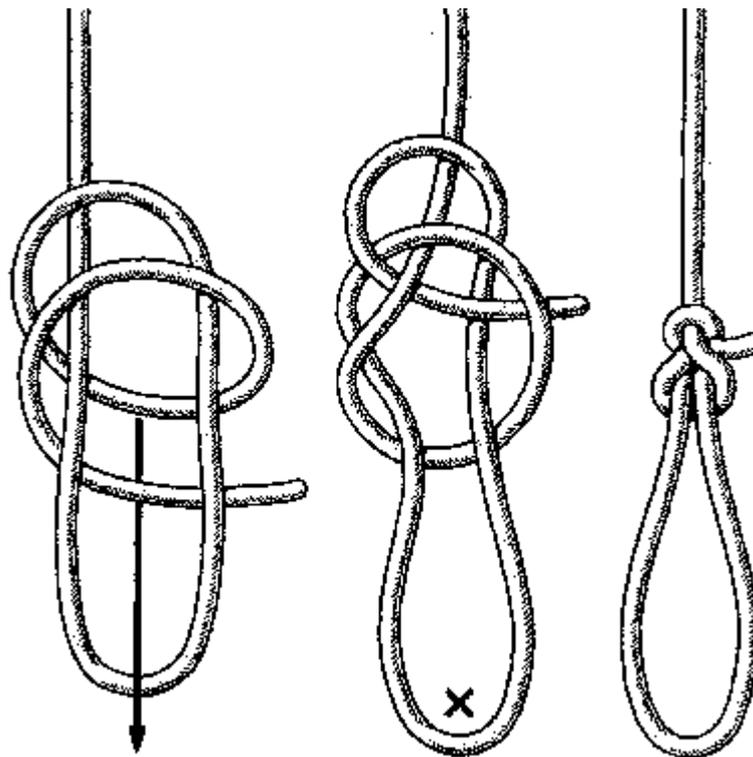

Рис. 71. Совершенная петля
**Совершенная петля** (рис. 71). Узел, которым вяжется эта неподвижная петля на конце